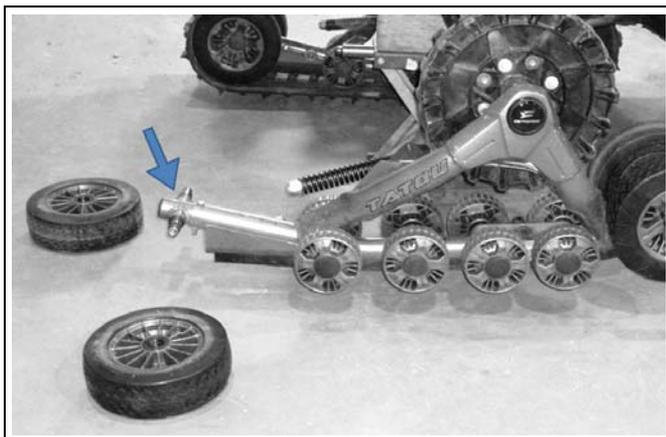

Figure 25
- Enlevez les deux roues de 255 mm vis-à-vis le tendeur de chenille (voir la Figure 25).